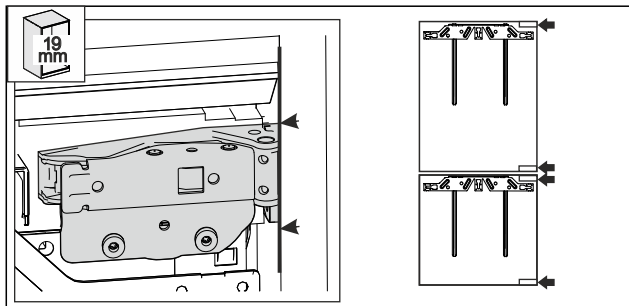

Fig. 54 *
- 19 mm debela bočna stijenka namještaja: prednji rub šarke poravnat je s prednjom stranom bočne stijenke namještaja. Fig. 54 ()